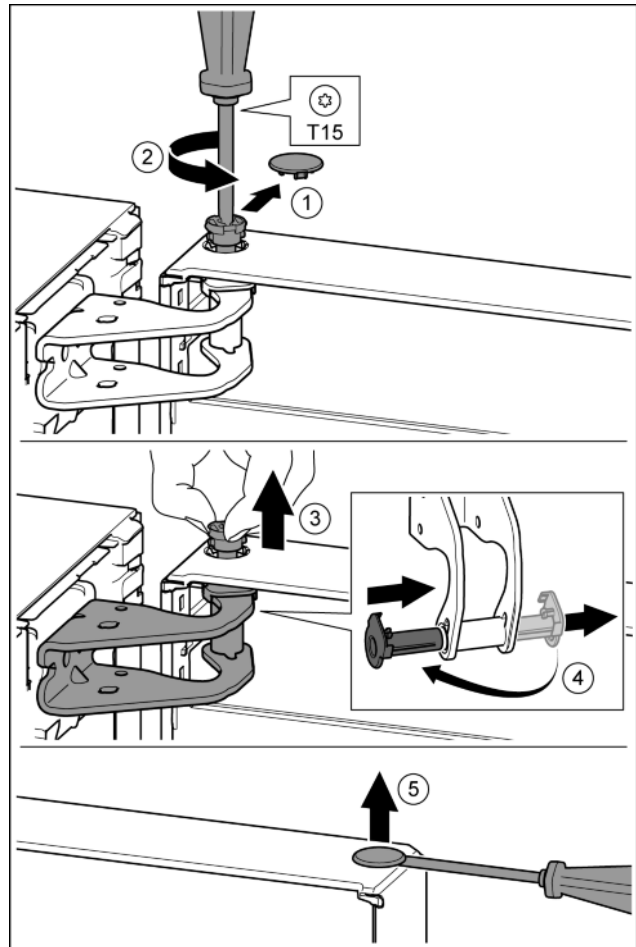

Fig. 10
- ▶ Осторожно снять предохранительную крышку. Fig. 10 (1)
- ▶ Немного выкрутить палец отверткой T15. Fig. 10 (2)
- ▶ Удерживать дверь и вытянуть палец рукой. Fig. 10 (3)
- ▶ Опорную втулку вывести из направляющей. Установить и зафиксировать с другой стороны. Fig. 10 (4)
- ▶ Осторожно приподнять шлицевой отверткой заглушку из опорной втулки двери и вынуть. Fig. 10 (5)